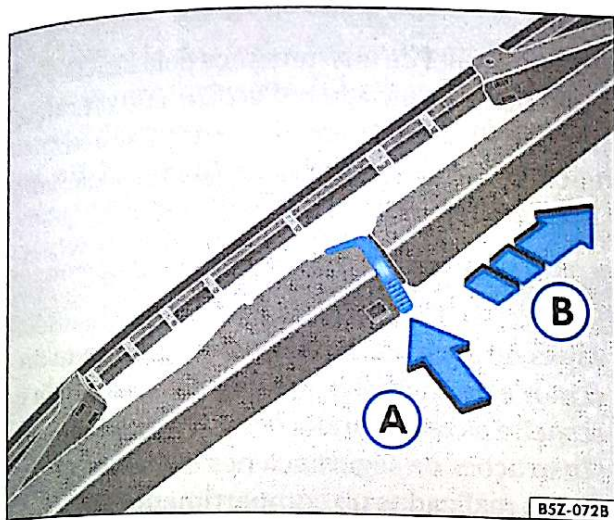

Fig. 114 Substituir a palheta do limpador do vidro traseiro
- Pressione a trava da palheta do limpador do vidro traseiro ⇒ fig. 114, no sentido da seta (A).
- Puxe a palheta do limpador do vidro ⇒ fig. 114, no sentido da seta (B).
- Insira uma palheta nova com o mesmo comprimento e da mesma versão no braço do limpador do vidro, no sentido contrário ao da seta (B), até ouvir o clique de encaixe da trava.